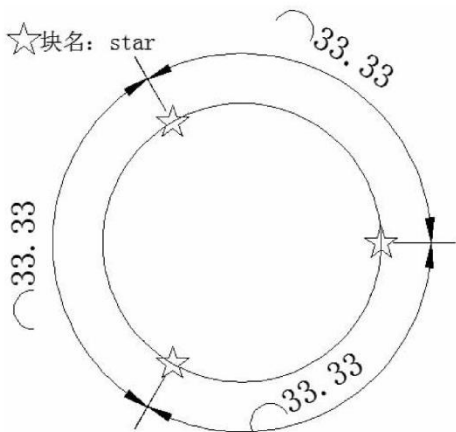

图 2-10 分割对象
1. 分割对象：利用定数等分（Divide）命令，沿着直线或圆周方向均匀间隔一段距离排列点的实体或块。把圆对象，用块名为 star 的☆，分割为三等分，如图 2-10：